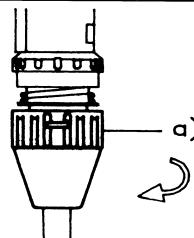

Fig. 5.1
DISASSEMBLING 832.02 (Fig. 5.1 - 5.4)
1. See Fig. 5.1 Twist out ejector a).
ZERLEGEN DER 832.02 (Abb. 5.1 - 5.4)
1. Siehe Abb. 5.1 Den Abwerfer a) durch eine $\frac{1}{4}$ Drehung entfernen.
4. Siehe Abb. 5.1 Den Abwerfer a) einrasten.
4. See Fig. 5.1 Click in ejector a).
DEMONTAGE DE 832.02 (Fig. 5.1 - 5.4)
1. Voir Fig. 5.1. Faire pivoter l'éjecteur a), le retirer.
4. Voir Fig. 5.1 Encliquer l'éjecteur a)